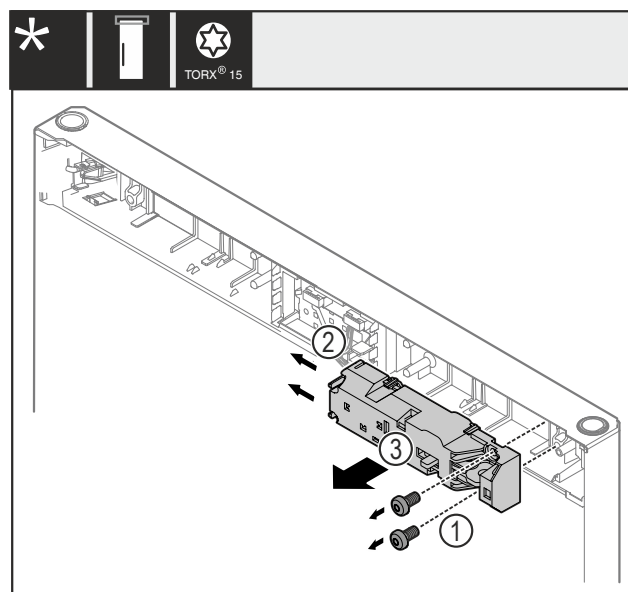

Fig. 24
- Rimuovere le viti Fig. 24 (1).
- Spingere sul lato i nasi di arresto Fig. 24 (2) e rimuovere la chiusura a distanza Fig. 24 (3).